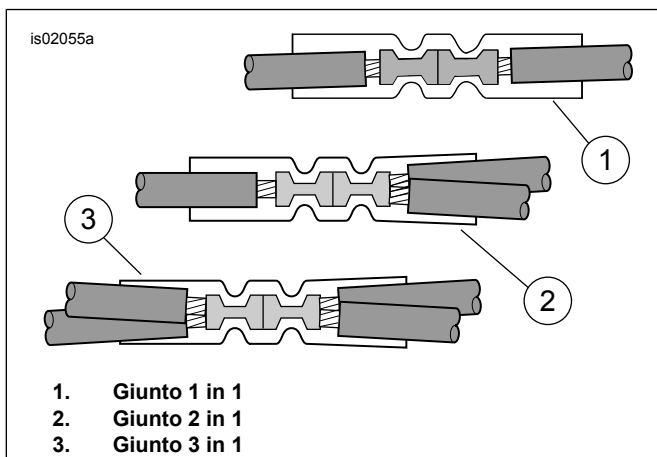

Figura 4. Configurazioni dei giunti
4. vedere Figura 12. Prendere dal kit un connettore blu a giunto di testa a tenuta (13). Vedere Figura 4, la configurazione di giuntaggio 2 in 1. Giuntare il conduttore di alimentazione del cablaggio del ricevitore satellitare ai fili arancioni/bianchi del cablaggio principale, secondo le istruzioni dell'appendice del manuale di manutenzione.
6. vedere Figura 12. Prendere dal kit il connettore rosso a giunto di testa a tenuta (12). Vedere Figura 4, la configurazione di giuntaggio 1 in 1. Giuntare il conduttore di alimentazione del cablaggio del ricevitore satellitare al filo dell'adattatore, secondo le istruzioni dell'appendice del manuale di manutenzione.
- vedere Figura 12. Prendere dal kit il connettore blu a giunto di testa a tenuta (13). Vedere Figura 4, la configurazione di giuntaggio 2 in 1. Giuntare il conduttore di alimentazione del cablaggio del ricevitore satellitare ai fili arancioni/bianchi, secondo le istruzioni dell'appendice del manuale di manutenzione.
- vedere Figura 12. Prendere dal kit il connettore rosso a giunto di testa a tenuta (12). Vedere Figura 4, la configurazione di giuntaggio 1 in 1. Giuntare il conduttore di alimentazione del cablaggio del ricevitore satellitare al filo dell'adattatore, secondo le istruzioni dell'appendice del manuale di manutenzione.
- vedere Figura 12. Prendere dal kit il connettore blu a giunto di testa a tenuta (13). Vedere Figura 4, la configurazione di giuntaggio 2 in 1. Giuntare il conduttore di alimentazione del cablaggio del ricevitore satellitare ai fili arancioni/bianchi del cablaggio principale, secondo le istruzioni dell'appendice del manuale di manutenzione.